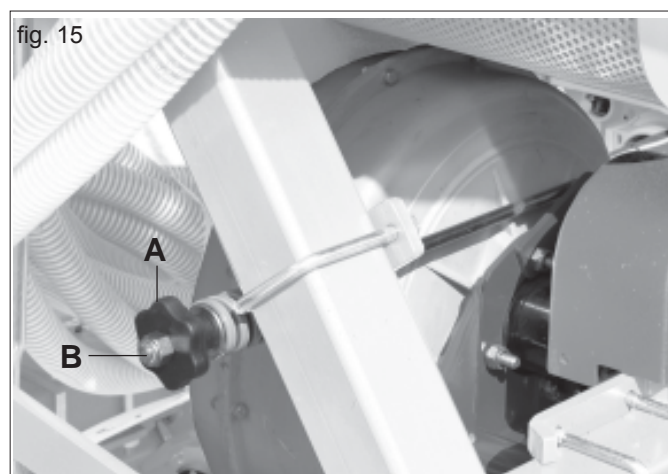
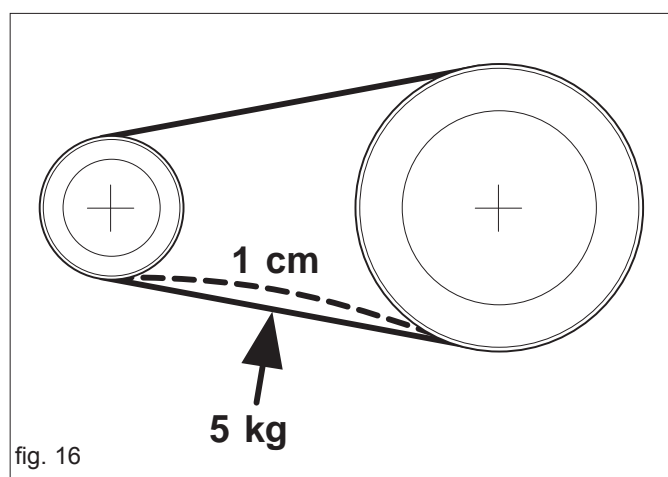

fig. 15
fig. 16
- 2) Regolare il tensionamento delle cinghie mediante il pomello (A Fig. 15). Premere sulla cinghia, nella zona centrale fra le due pulegge, con una forza di 5 Kg, la forza deve provocare una deformazione sulla singola cinghia di max. 1 cm (Fig. 16).
Per la sostituzione delle cinghie di trasmissione, allentare completamente la tensione delle stesse per mezzo del pomello (A Fig. 15).
Attenzione: NON RIMUOVERE mai il dado B (Fig. 15).
- 1) Allentare le cinghie per mezzo del pomello (A Fig. 15), smontare le protezioni (A, B Fig. 11) e togliere le cinghie di trasmissione.